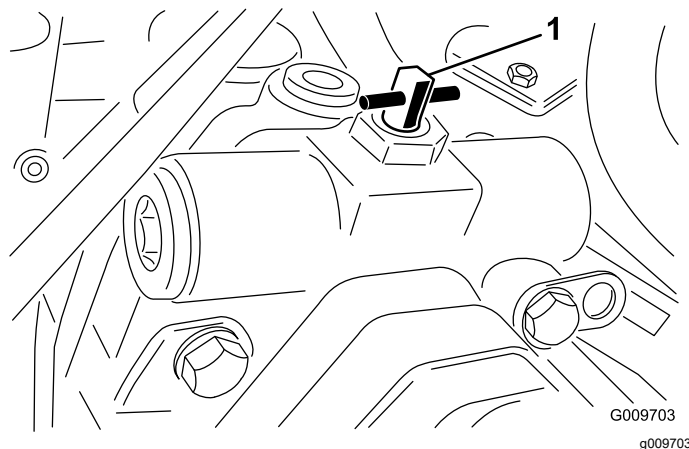

Рисунок 102
6. Перед запуском двигателя закройте буксировочный перепускной клапан, повернув его обратно на 90° (1/4 оборота) (Рисунок 102).